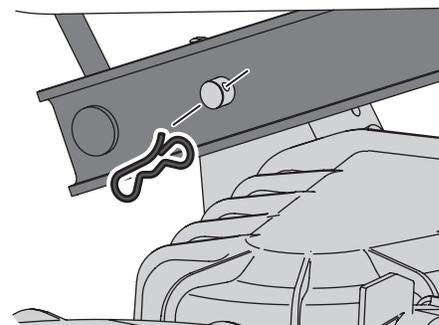

Figure 4-4
11. Depuis le côté gauche du tracteur, localisez la goupille papillon sur le côté gauche arrière du plateau. Voir la Figure 4-4.
12. Retirez la goupille et dégagez-la du bras de relevage du plateau de coupe. Voir la Figure 4-4.